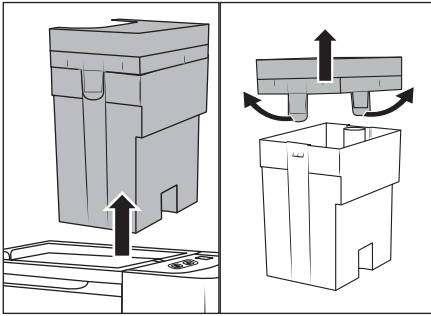

Abb. 7
- ◆ Fassen Sie den Schmutzwasserbehälter **7**  am Griff des Deckels **3** und ziehen Sie ihn nach oben aus dem Gerät (siehe Abb. 7).
- ◆ Ziehen Sie die beiden Haltetaschen leicht nach außen und nehmen Sie den Deckel **3** ab (siehe Abb. 7).